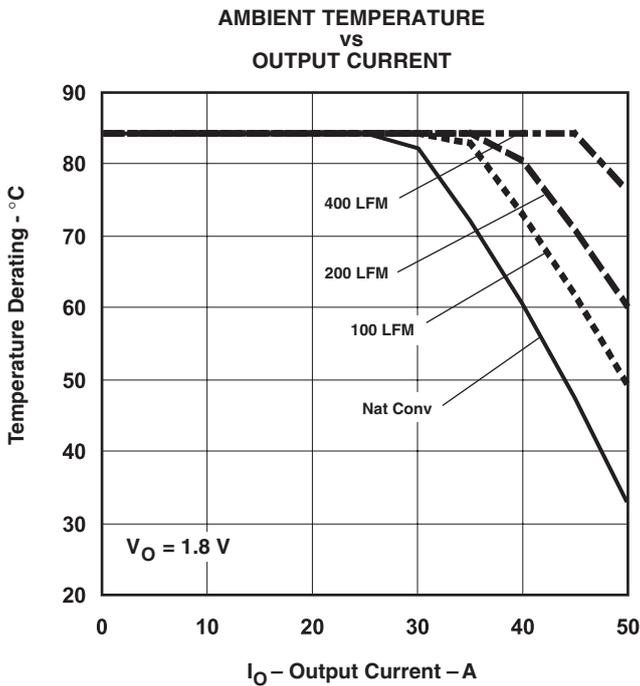
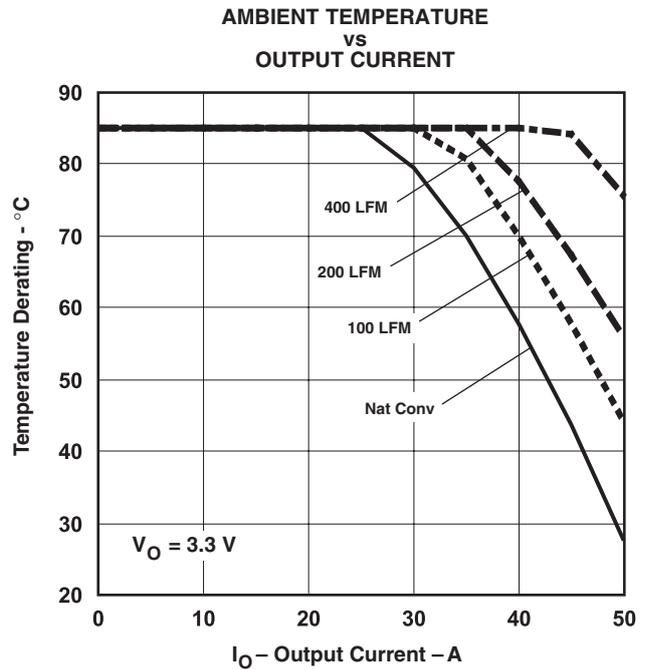

図 3
図 4
- (2) 温度ディレーティング曲線は、内部コンポーネントの温度がメーカーの指定した最高動作温度以下になる条件を表します。このディレーティング制限は、1オンス(約28グラム)の銅を使用した、4インチ×4インチ(約100mm×100mm)の両面4層PCBに直接半田付けされたモジュールに対して適用されます。詳細については、メカニカル仕様を参照してください。図3および図4に対して適用されます。